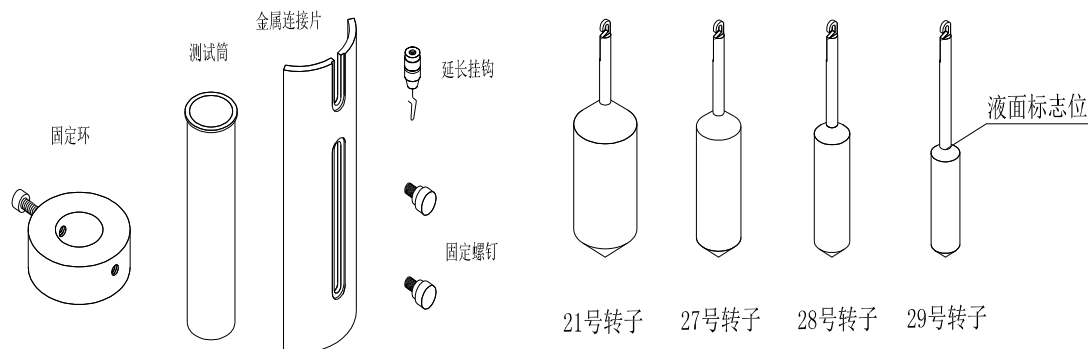
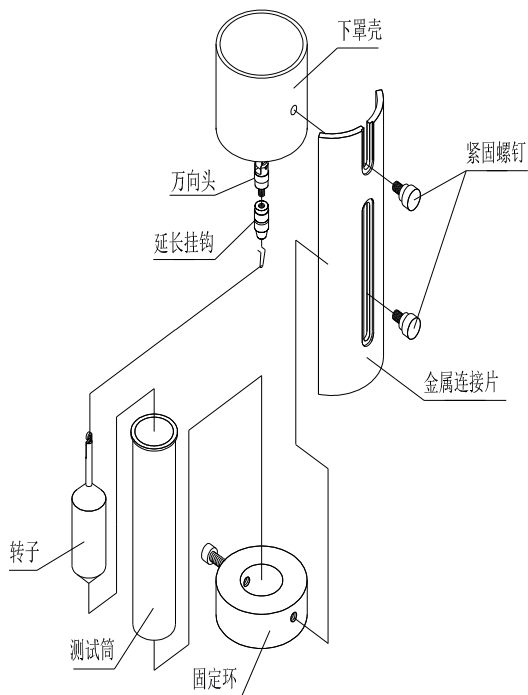

Fig. 7
Fig. 8
- (1) 粘度计转子部件是由固定环、测试筒、金属连接片、延长挂钩、固定螺钉及 21、27、28、29 号四个转子组成，见图 7 所示。
- (2) 准备好被测试样品，有条件可以控制被测液体的温度。根据所选的转子倒入适量(见下表 1)的被测样品于测试筒内。
- (3) 按图 8 所示将转子延长挂钩顺时针旋入万向接头，根据样品粘度范围选好使用的转子挂上。注意：装卸转子延长挂钩时必须微微向上托起万向头，防止损坏转动轴尖。
- (7) 调整转子浸入的深度，使液面刚好与转子的“液面标志位”持平。液面标志位以转子的锥体最上端为准。详见图 7。
- (8) 再次调整好仪器水平，使水泡处于中间。
- (9) 选择确认好合适转速按启动键即可直接测试粘度值。